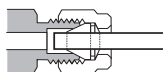

図 35 完成したフィッティング
- 9** スエーピング加工を正確に施された接続部分を図 35 に示します。スエーピング加工が正確に施されたフィッティングのチューブ端は押しつぶされることなく、フェルールの動作にも干渉しません。